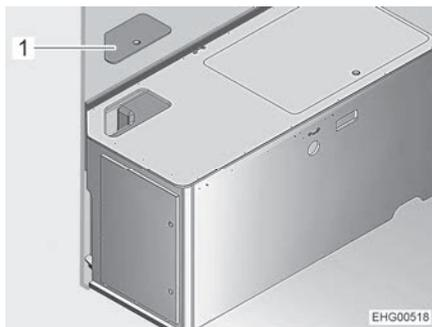

Fig. 110 Armazón de la cama a la izquierda
- Retirar la tapa de servicio (Fig. 110,1).